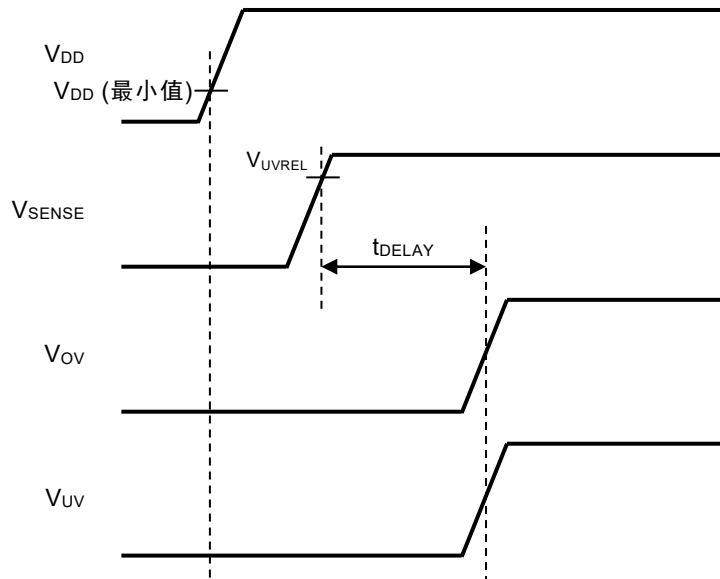

图27
- (1) 按VDD端子、SENSE端子的顺序接通 (参阅图27)
- (2) VDD端子和SENSE端子同时接通